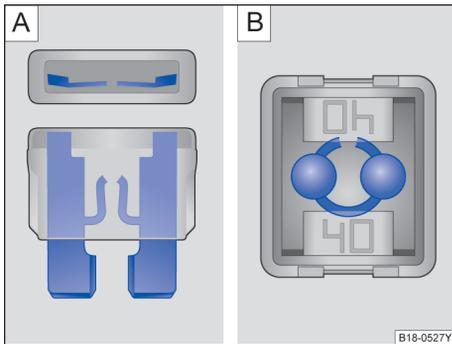

图 127 烧断的保险丝：A 扁平插入式保险丝，B 方块型保险丝
- 烧断的扁平插入式保险丝 (ATO®、MINI®) 可从上面和侧面透过透明外壳通过熔断的金属条来识别 ⇒ 图 127 A。
- 对于烧断的方块型保险丝 (JCASE®)，烧断的金属条可从上面透过透明的外壳来识别 ⇒ 图 127 B。